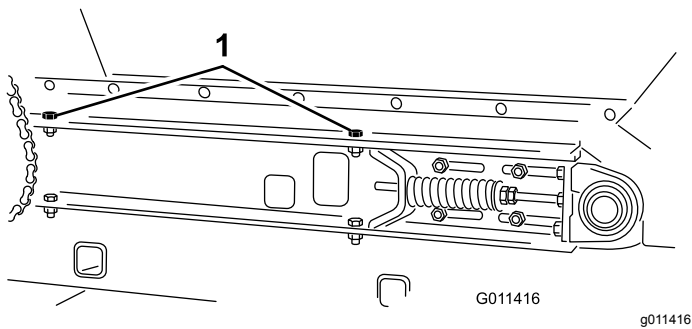

Figura 32
4. Retire os 2 parafusos, anilhas e porcas de cada lado da máquina, prendendo a tremonha na plataforma corrediça (Figura 32).